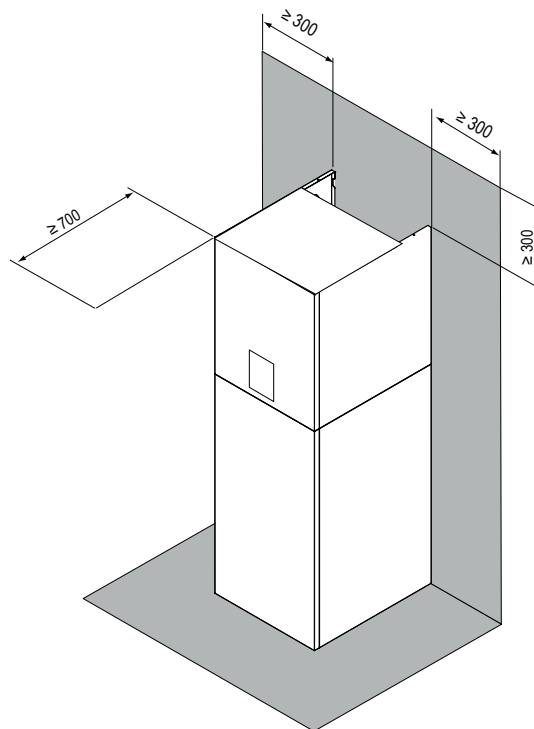

fig. 6 - area operativa minima per l'unità interna
- Lo spazio intorno all'unità è adeguato per la manutenzione, vedi fig. 6.